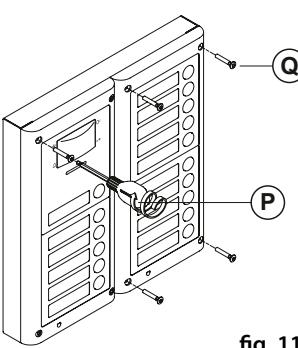

fig. 11
- When the system has been tested and is working correctly, move back the module support frames carefully, fix them to the surface box using the screwdriver provided **P** (torx end) and the pin machine torx screws **Q** (**Fig. 11**). **Note: do not over tighten the screws more than is necessary.**
- Quando il sistema è stato testato ed è funzionante, procedendo a ritroso delicatamente, chiudere e fissare i supporti alle scatole da superficie utilizzando il cacciavite **P** (lato torx) e le viti **Q** fornite a corredo (Fig. 11). **Nota bene: non serrare le viti più del necessario.**
- Lorsque le système a été testé et qu'il fonctionne, procéder délicatement dans le sens inverse, fermer et fixer les supports aux boîtiers de surface en utilisant le tournevis (P) (côté torx) et les vis (Q) fournies (Fig. 11). **Nota bene : ne pas trop serrer les vis.**